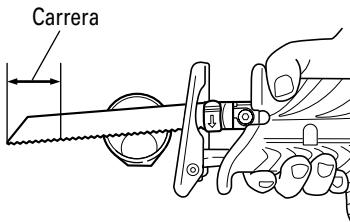

Fig. 16
- Seleccione una hoja de sierra del largo m s apropiado. Lo ideal ser a que el largo que sobresale de la base de la hoja de sierra despu s de restar la carrera sea mayor que el del material (consulte las Fig. 16 y 18).